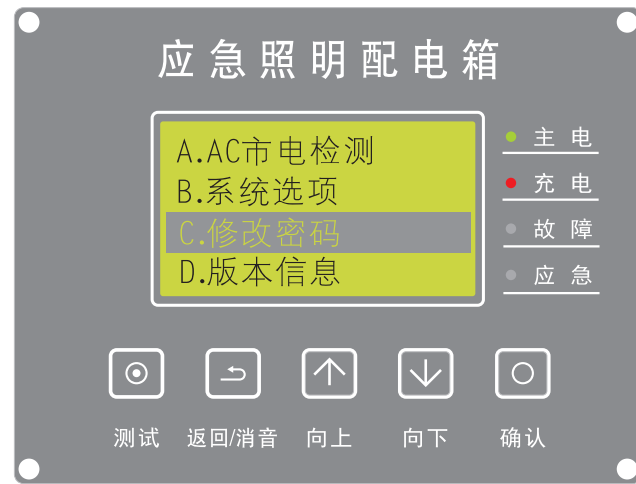

图33
(13)、修改密码: 在主屏时, 按【确认】键进入菜单, 按【向上/向下】键选择【修改密码】(如图33)按【确认】键进入。